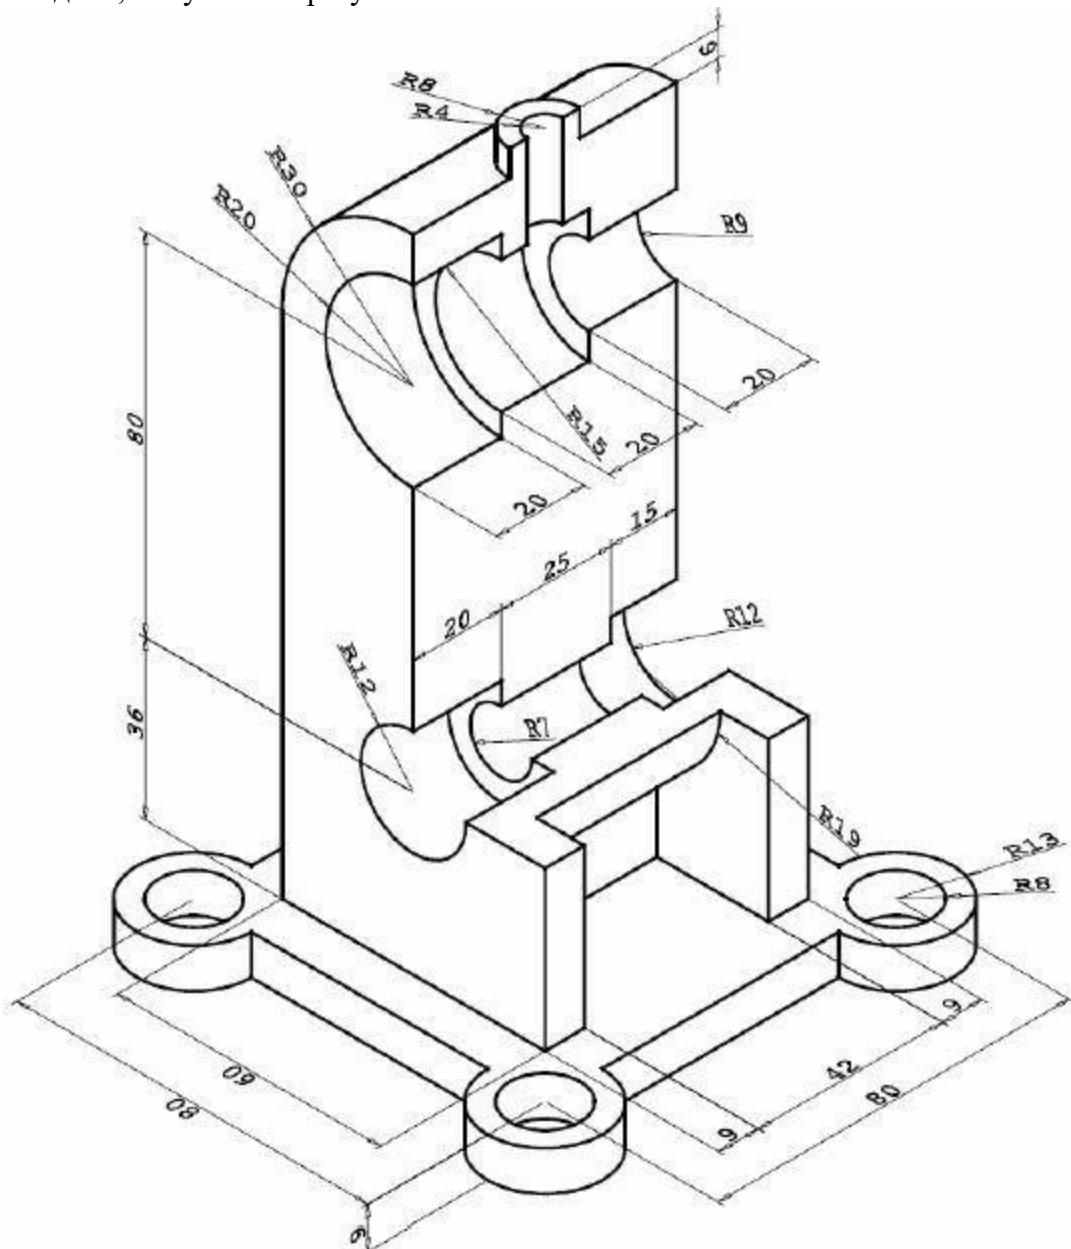

Рис. 1. Деталь
1. Создать 3D-модель (твердотельную модель) детали по ее наглядному изображению (рис. 1). Геометрическое моделирование выполнить с помощью приложений Ansys DesignModeler или Ansys SpaceClaim, либо другой подобной CAD-системы. Готовую модель экспортировать в один из универсальных форматов файлов (*.sat, *.stp, *.x_t, *.iges) и приложить к отчету.